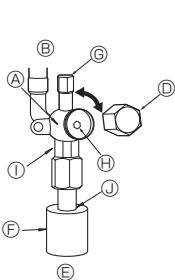

Fig. 4-7
- ① Remova a cápsula, puxe a alavanca na sua direcção e gire 1/4 de volta no sentido contrário aos ponteiros do relógio para abrir.
- ② Certifique-se de que a válvula de paragem esteja completamente aberta, empurre a alavanca e gire a cápsula de volta à sua posição original.
(2) Lado do líquido do ZRP100-140 e lado do Gás/Líquido do ZRP35-71 (Fig. 4-7)
- ① Retire a tampa e rode a válvula para a esquerda o máximo que puder com uma chave sextavada de 4 mm. Pare de rodar quando esta alcançar o batente. (e9,52: Aproximadamente 10 rotações)